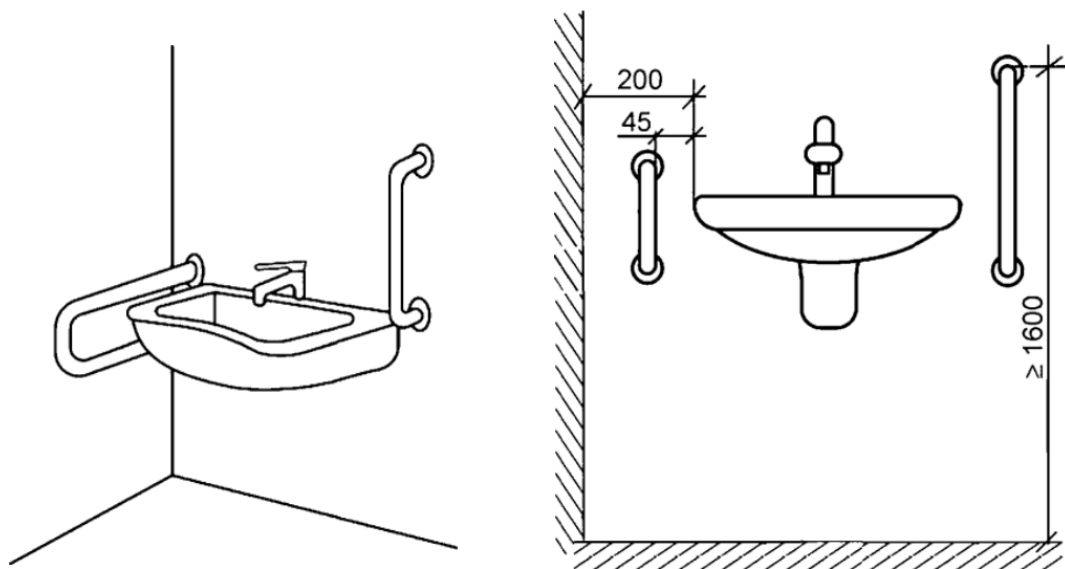

Рисунок 7.4.3. Раковина с вертикальным настенным поручнем
- В случае если поручень у раковины создает помеху для подхода к унитазу, используется вертикальный настенный поручень (рис. 7.4.3)